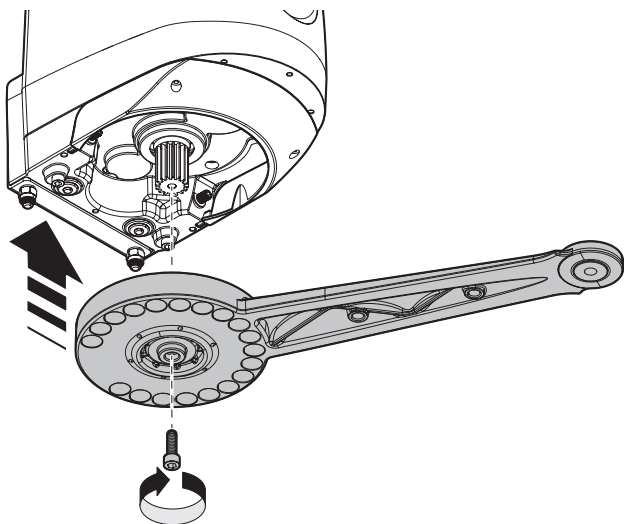

Abb. 8
- 02.** Den Getriebemotor entriegeln, wie auf **Abb. 8** gezeigt;